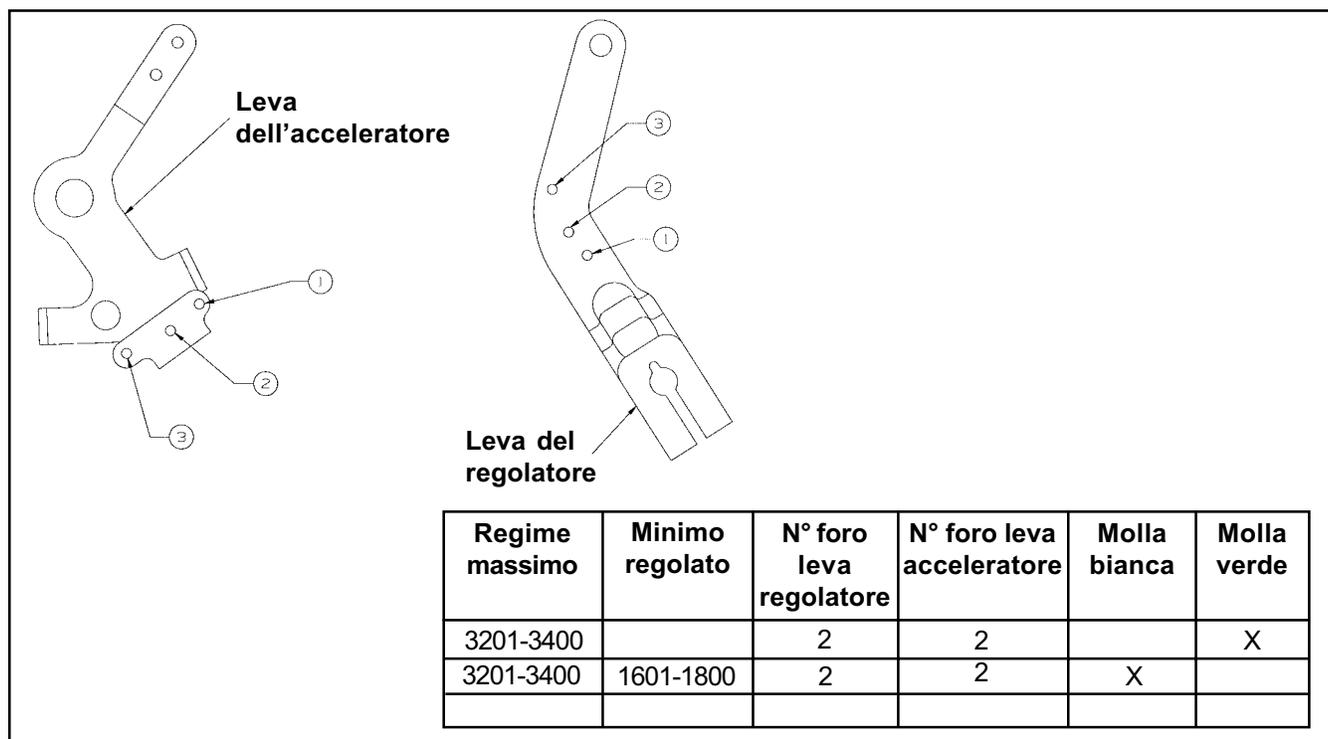

Figura 5-23. Tabella di posizionamento della molla del regolatore.
1. Controllare che la molla del regolatore sia idonea per il regime di esercizio previsto per l'attrezzatura. Vedere Figura 5-23.
Il regime desiderato determinerà la posizione della molla del regolatore nella leva del regolatore e nella leva dell'acceleratore nonché la molla utilizzata. Vedere Figura 5-23.